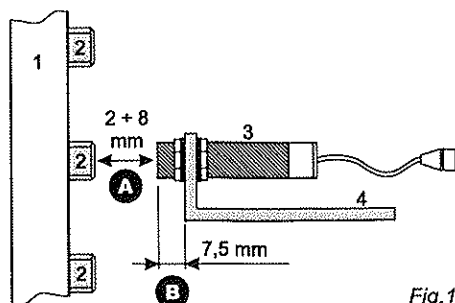

Fig. 1
Il sensore deve essere fissato su una staffa ad una distanza compresa tra 2 e 8 mm (A in Fig.1). Al fine di facilitare l'installazione del sensore è possibile procedere come segue:
Nel caso in cui la staffa di supporto sia realizzata in materiale metallico, fate sporgere il sensore di almeno 7,5 mm dalla staffa stessa (B in Fig.1) per evitare che questa interferisca con la lettura.
The sensor must be fitted onto a bracket at a distance between 2 and 8 mm (A in fig.1)
- fix the sensor in that position, tightening the nuts sufficiently. If the support bracket is made of metal, make the sensor project by at least 7.5 mm beyond the bracket itself (B in Fig. 1) to avoid it interfering with the reading.
Le capteur doit être fixé sur un étrier à une distance comprise entre 2 et 8 mm (A sur Fig. 1). Pour faciliter l'installation du capteur, veuillez procéder comme décrit ci-dessous:
- fixer le capteur dans cette position en serrant les écrous de façon appropriée. Si l'étrier de soutien est réalisé en matériau métallique, faites ressortir le capteur d'au moins 7,5 mm de l'étrier (B sur Fig. 1) afin d'éviter que celui-ci interfère au niveau de la lecture.
El sensor deberá fijarse sobre un estribo, a una distancia comprendida entre 2 y 8 mm (A en Fig. 1). Con el fin de facilitar la instalación del sensor podrá actuarse del siguiente modo:
- fijar el sensor en esa posición apretando adecuadamente las tuercas. En caso de que el estribo de apoyo sea de material metálico, posicionar el sensor de manera que sobresalga al menos 7,5 mm del mismo estribo (B en Fig. 1) para evitar que éste interfiera con la lectura.
Der induktive Sensor ist in der Lage, die Fahrgeschwindigkeit der Maschine zu messen, indem er Metallteile einliest, die sich auf der Radnabe befinden, wie beispielsweise die Rad-Verankerungsbolzen. Der Sensor muss in einer Entfernung von 2 bis 8 mm auf einem Halterungsbügel montiert werden (A in Abb. 1). Für eine reibungslose Installation kann wie folgt vorgegangen werden:
Sollte der Halterungsbügel aus Metall sein, muss der Sensor mindestens 7,5 mm über den Halterungsbügel hinausragen (B in Abb.1), um zu verhindern, dass der Lesevorgang beeinträchtigt wird.
O sensor deve ser fixado sobre uma base a uma distância de 2 a 8 mm (A Fig. 1). Afim de facilitar a instalação do sensor, deve-se proceder da seguinte maneira:
No caso em que a chapa suporte seja confeccionada em material metálico, deve-se colocar o sensor numa distância mínima de 7,5 mm da base de fixação (B fig. 1) para evitar possível interferência de leitura.